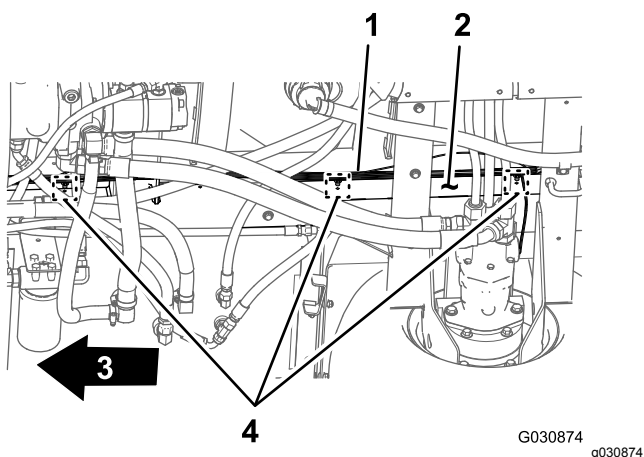

Figura 52
3. Rimuovete i 3 fermi a pressione che fissano il cablaggio preassemblato posteriore ai fori del tubo del telaio destro della macchina (Figura 52).